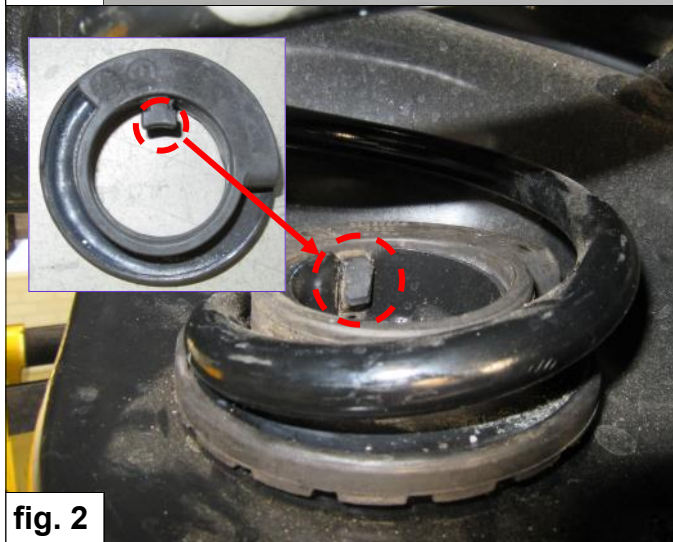

fig. 2
2. Verwijder het brede gedeelte van de rubber nok van het onderste veerrubber (*smalle gedeelte van de nok niet verwijderen*). Zie fig. 2.
2. Cut away the wide part of the rubber positioning point of the original lower spring seat (*do not remove the narrow section of the positioning point*). See fig. 2.
2. Entfernen Sie den breiten Teil des Gummipositionierungspunkt des unteren Federgummi (*der schmale Teil nicht abschneiden*). Siehe Abb. 2.
2. Retirez la partie la plus large du point de positionnement de caoutchouc du ressort inférieur (*La partie étroite du point de positionnement ne pas retirer*). Voir fig. 2.